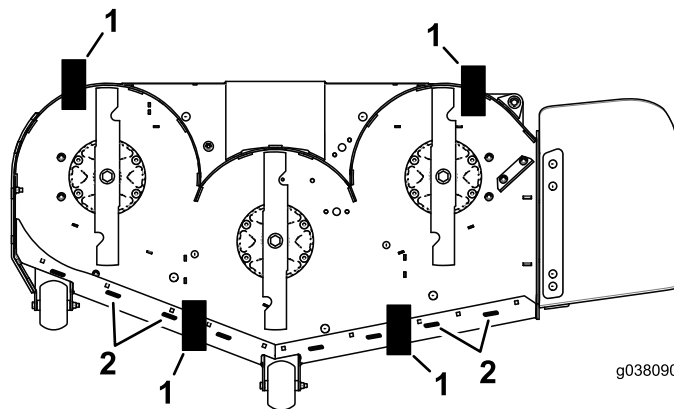

Figura 82
11. Posizionate i 2 blocchi (vedere la tabella dell'angolo di spoglia e dell'altezza del blocco) sotto il bordo posteriore della falda del piatto di taglio; 1 su ogni lato del piatto di taglio (Figura 82).